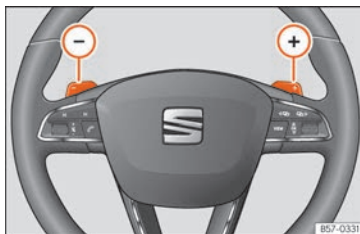

Fig. 222 Volant : palettes pour boîte automatique.
- Appuyez sur la plaquette **+** pour passer une vitesse supérieure **» fig. 222.**